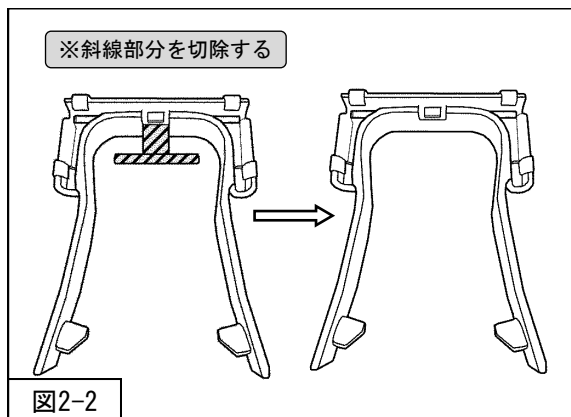

図2-2
2. ③ABSクリップの斜線部分を切除してください。（図2-2）